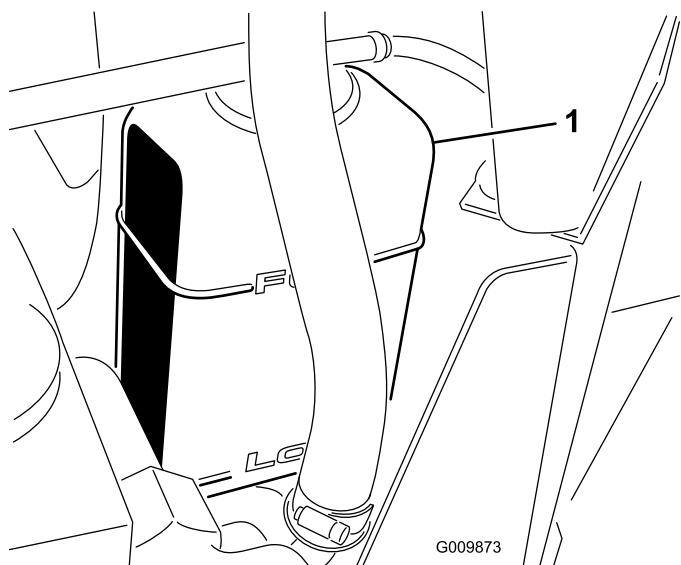

Figura 28
2. Controllate il livello di refrigerante nel radiatore e nel serbatoio di espansione (Figura 28).